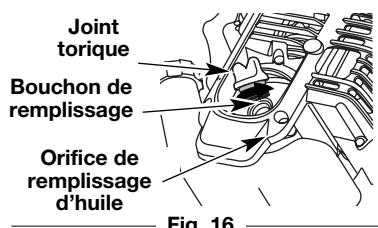

Fig. 16
- Dévissez le bouchon de la bouteille d'huile et retirez le papier couvrant l'ouverture. Replacez le bouchon. Coupez la pointe de la buse de l'entonnoir (Fig. 16).